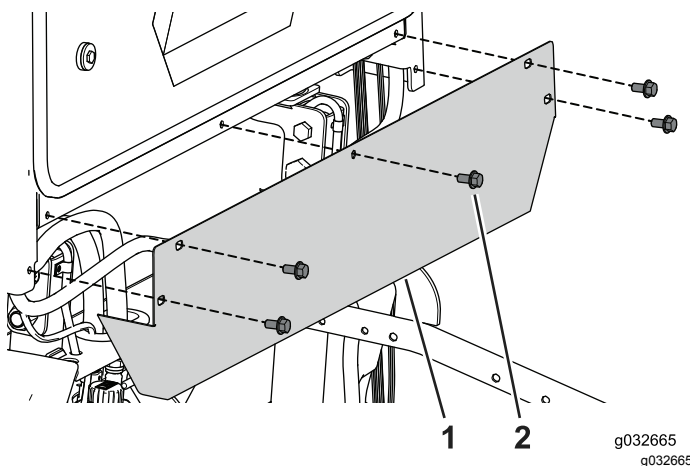

Figura 107
1. Retire los 5 pernos que sujetan la cubierta trasera a la cabina (Figura 107).